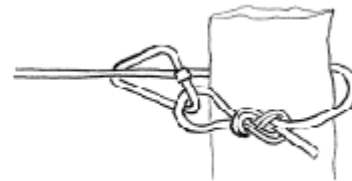

Рис. 11. Карабінна удавка
**Завдання 11.** Навчитися в'язати вузли для прив'язування до опори: Карабінна удавка (рис.11)